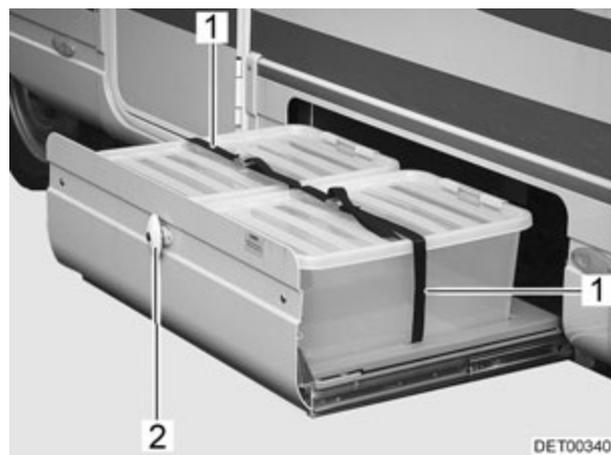

Fig. 31 Rallonge pour caisses
- Ouvrir la serrure du portillon (Fig. 31,2) comme décrit ci-dessus.
- Desserrer les courroies de serrage (Fig. 31,1).